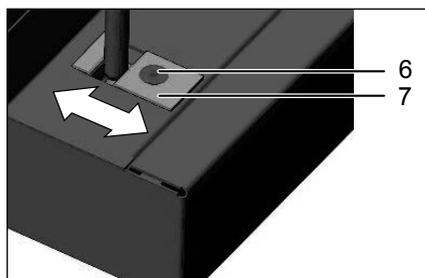

Abb. 40 Schließblech nachstellen
1. Madenschraube (5) lösen (ruckartig, da sie mit Sicherungslack gesichert ist).
2. Durch Drehen des Exzenters (3) mit einem Schraubendreher die Tür nachstellen.
Das Schließblech (Abb. 40) kann nach Lösen der Schraube (6) ebenfalls in Pfeilrichtung nachgestellt werden:
1. Schraube (6) lösen.
2. Schließblech (7) in Pfeilrichtung verschieben.